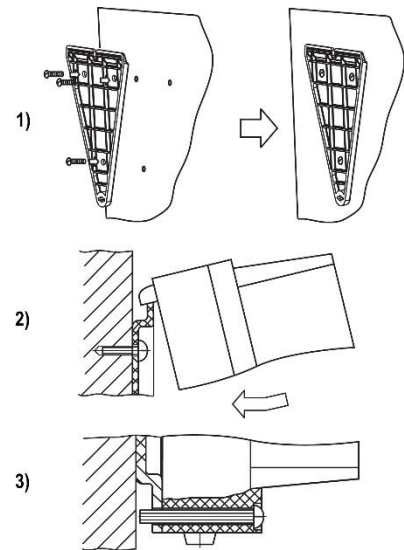

Рисунок 4.1 – Монтаж пристрою настінного кріплення
1. Закріпити кронштейн трьома гвинтами М4 × 20 на поверхні, призначеній для встановлення пристрою (див. рисунок 4.1).